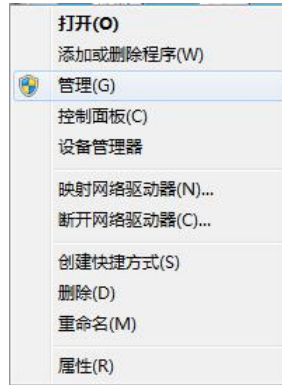

图 3.1.8 右击“我的电脑”
(8) USB 驱动正确安装后，用户可查看扫描仪和电脑连接后使用的 COM 口，具体步骤如下：
■ 鼠标右击“我的电脑”，在弹出菜单中点击“管理”菜单项，如下图 3.1.8 所示：